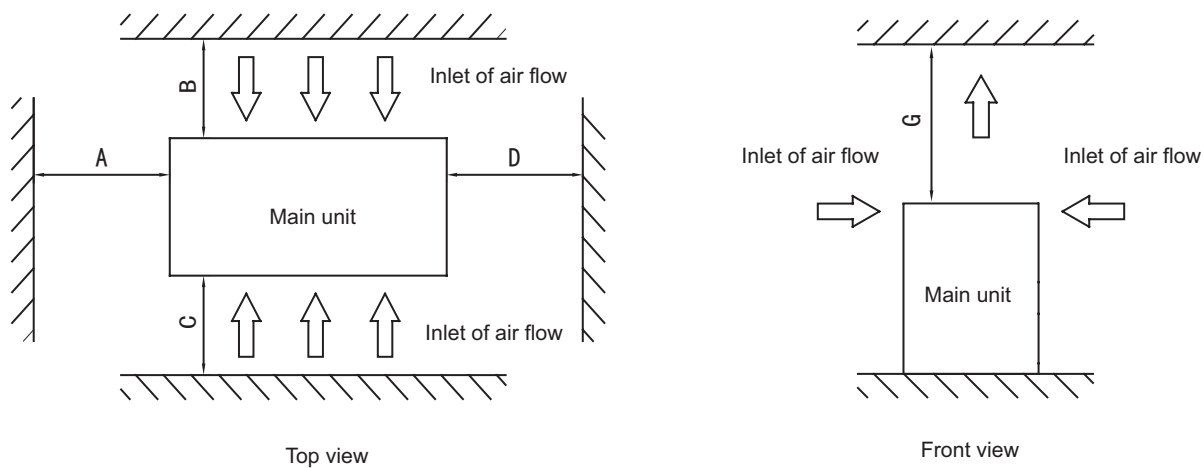
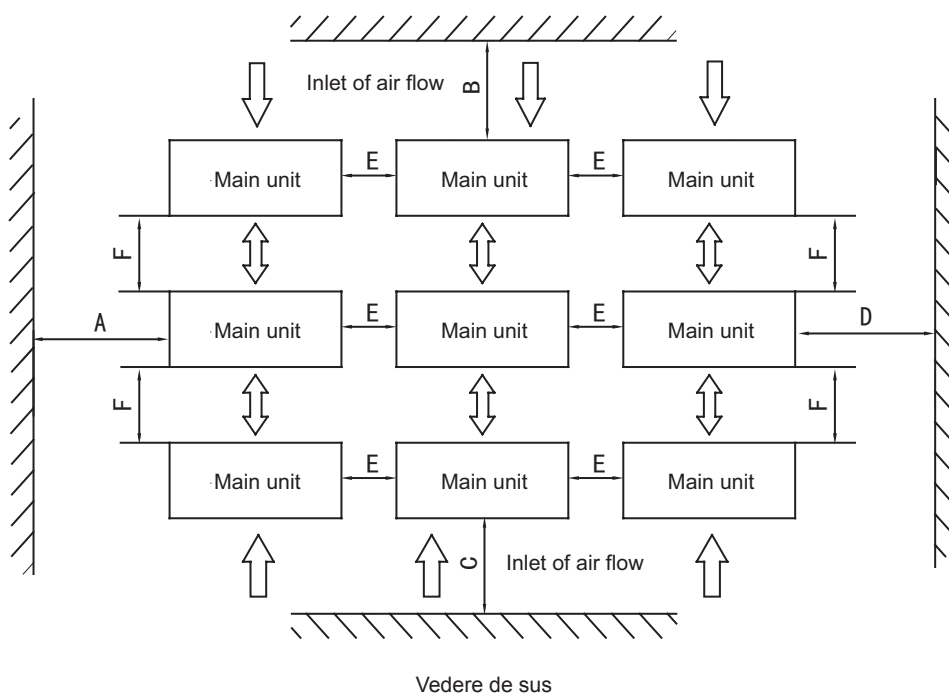

Fig. 6-4 Instalarea unei singure unități
Fig. 6-5 Instalarea mai multor unități
- Pentru a evita reîntrerea aerului în condensator și defecțiuni de operare ale unității, instalarea în paralel a mai multor unități modulare trebuie să respecte direcția și distanța din Fig. 6-4, Fig. 6-5 și Tabelul 6-2.